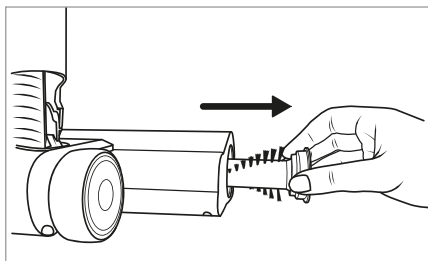

Fig. 27
- 3) Retirez le rouleau brosse ㉑ de la brosse de sol ㉑ (voir fig. 27).